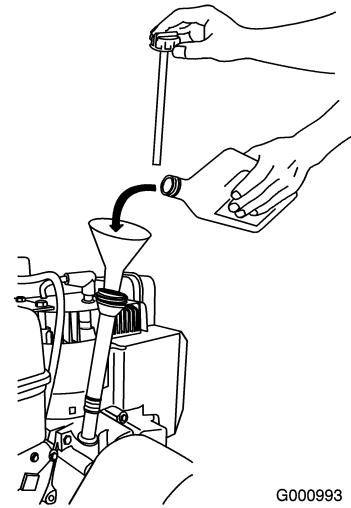

Figure 13
1. Retirez la jauge et versez de l'huile **lentement** dans le goulot de remplissage pour faire monter le niveau de liquide jusqu'au repère du plein (Full) sur la jauge. **Ne remplissez pas excessivement** Figure 13.